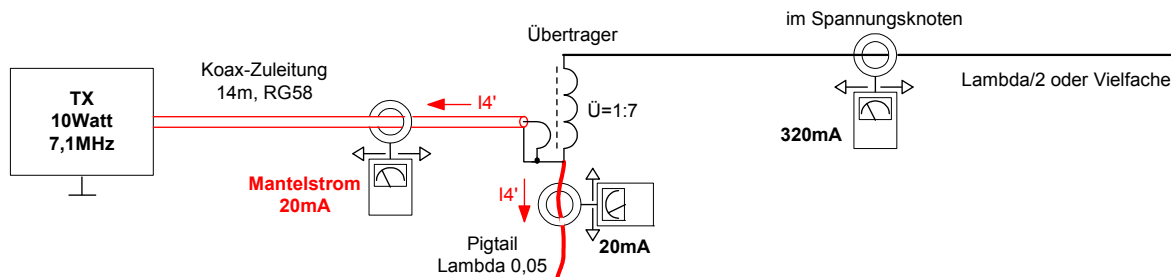

Bild 11: Antenne mit einem Drahtstummel (Pigtail) als Gegengewicht
Bei Verwendung eines Drahtstummels (Pigtail) der Länge $0,05\lambda$ als Gegengewicht (Bild 11) nach (2), verteilt sich der Ausgleichsstrom auf den Radial und die Koaxleitung, im Verhältnis von etwa 1:1. Der Pigtail arbeitet demnach tatsächlich als ein Gegengewicht, kann die Versorgungsleitung aber nicht völlig von Mantelwellen befreien. Die Installation einer HyEndFed-Antenne mit einem Pigtail als Gegengewicht, wird in der Praxis häufig verwendet. Hierbei darf man aber nicht vergessen, dass im Gegensatz zum Fuchskreis, die Spulen im Fußpunkt kurzgeschlossen sind. Der Ausgleichsstrom sucht sich immer den einfachsten Weg und fließt somit ebenfalls über die Abschirmung des Koaxkabels